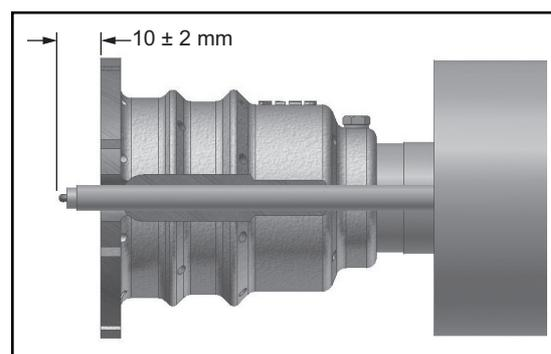

Figura 3.17a
2. Enrosque el ignitor por la tapa posterior a través del agujero de la boquilla. Véase Figura 3.17a.